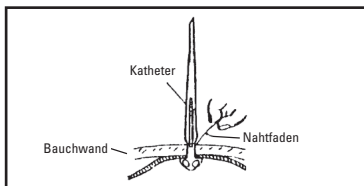

Abbildung 7
- Das lose Ende des Aufreißstreifens (schwarzes Nahtmaterial am distalen Ende des roten Streifens) greifen und entlang des roten Streifens ziehen (vom Patienten weg) (Abbildung 7).